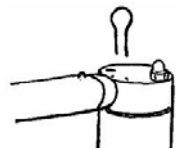

Abb. 25
- Stecken Sie die Verschlussgabel in den Ventilkopf. Drehen und schieben Sie das Schlagrohr dabei so lange hin und her, bis sich die Verschlussgabel bis zum Anschlag einstecken lässt. (Abb. 25)